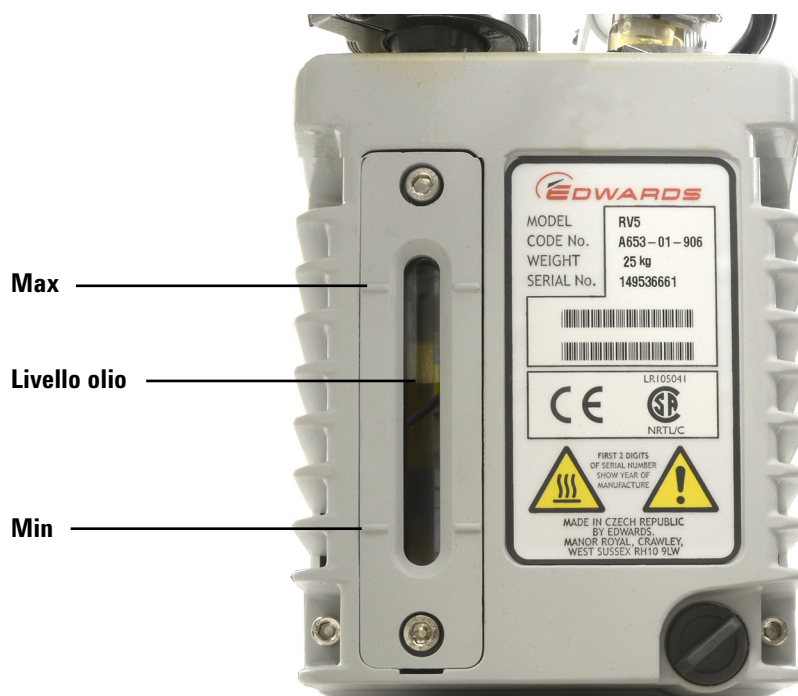

Figura 12 Controllo del livello dell'olio
- 4** Aggiungere nuovo olio alla pompa fino a raggiungere, ma non superare, la marcatura Max a fianco della finestrella d'ispezione. Vedere Figura 12 a pagina 78.
- 6** Aggiungere nuovo olio alla pompa fino a raggiungere, ma non superare, la marcatura Max a fianco della finestrella d'ispezione. Vedere Figura 12 a pagina 78.